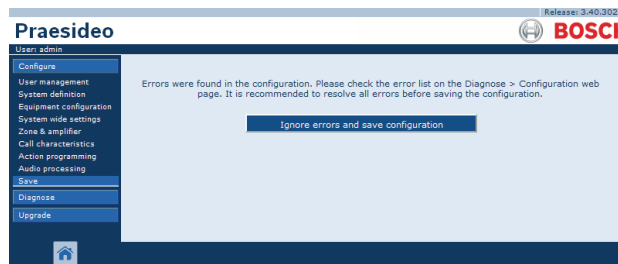

figura 41.6: Ventana Ignore errors and save configuration
- Cuando se encuentran problemas, se muestra un mensaje que indica que hay problemas de configuración que deben resolverse en primer lugar. Sigue siendo posible ignorar los errores y guardar la configuración de todas formas para continuar con ésta posteriormente. Sólo se muestra un botón: *Ignore errors and save configuration*. Véase figura 41.6.